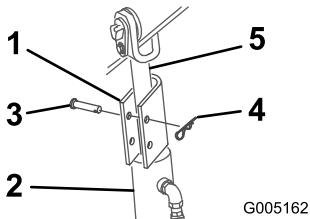

Рисунок 15
- Опустите замок гидроцилиндра на шток каждого гидроцилиндра подъемного устройства (Рисунок 15).
- Закрепите каждый замок гидроцилиндра при помощи шплинтуемого штифта и шплинта (Рисунок 15).